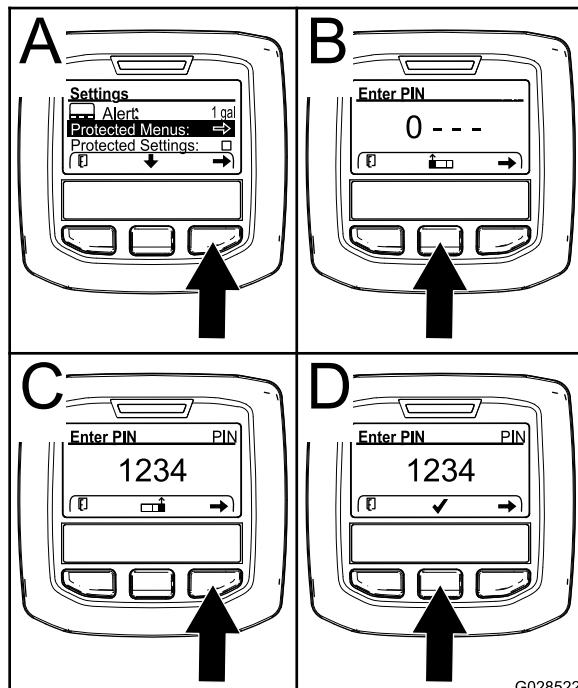

図 24
3. 右ボタンを押して保護メニューProtected Menusを選択する図 24のA。
- 数を大きくするには中央ボタン図 24のBを押す。
- カーソルを右の桁に移動させるには右ボタン図 24のCを押す。
注 中央ボタンの上に「チェックマーク」アイコンが表示されます 図 24のD。
6. 中央ボタン図 24のDを押して設定を保存する。